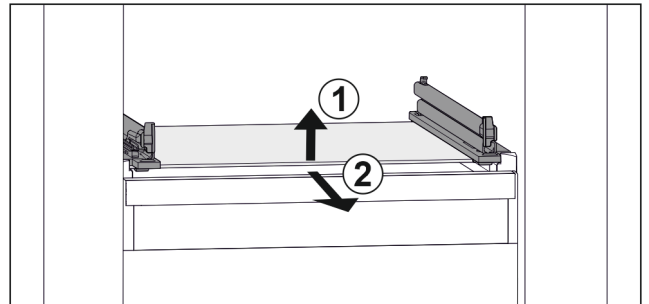

Fig. 26 Приблизне відображення скляної пластини
- ▶ Підняти скляну пластину спереду. Fig. 26 (1)
- ▶ Вийняти скляну пластину рухом вперед. Fig. 26 (2)